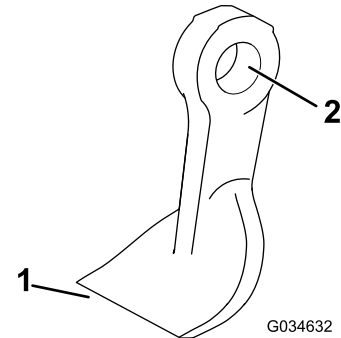

図 21
- ブレードを一本ずつ点検する。ボルトナット、刃先、取り付け穴の状態に特に注意する 図 21。問題のあるブレードや締結具はすべて交換する。